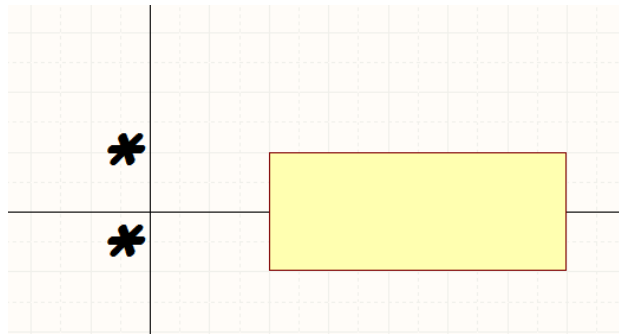

Рис. 2.3
2) Встановіть крок сітки 1мм натисканням клавіші [G], та за допомогою **Place-Rectangle** намалуйте прямокутник 4x10 (Рис. 2.3).